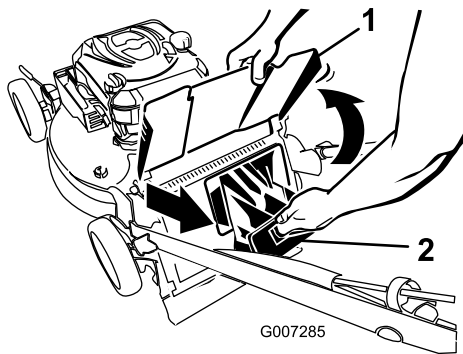

Figura 22
2. Sollevate il deflettore di scarico e tenetelo sollevato (Figura 22).
3. Estraete il coperchio di scarico posteriore (Figura 22).